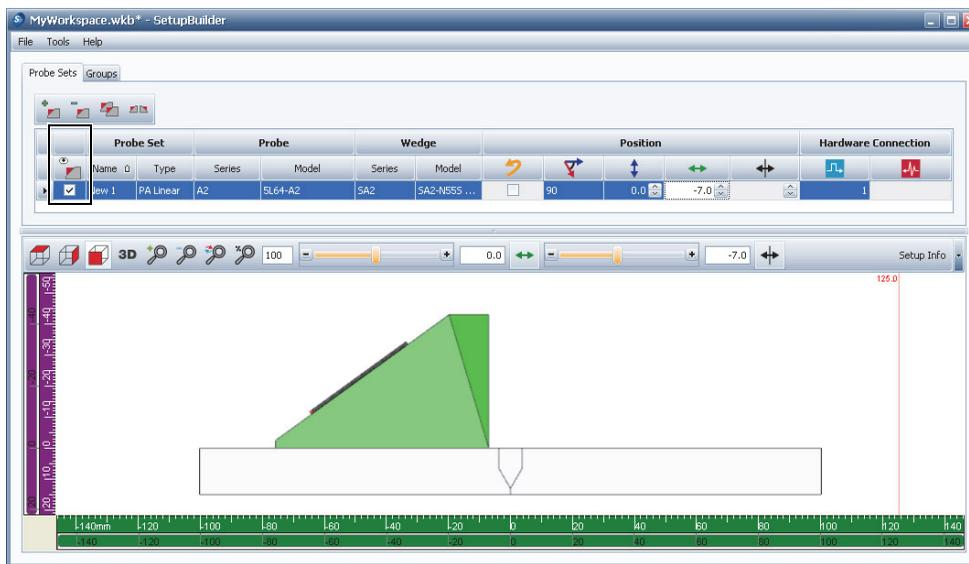

Рис. 9-7 Вкладка Probe Sets с установленным флажком Visible
В области просмотра RayTracing видимость ПЭП-призм может быть настроена с помощью установки флажка в столбце **Visible** (  ) слева от таблицы параметров ПЭП-призмы во вкладке **Probe Sets**. По умолчанию, ПЭП-призма видима и флажок видимости установлен (см. Рис. 9-7 на стр. 102). Если флажок ПЭП-группы **Visible** снят, связанные с ней группы также становятся невидимы; они не отображаются в области просмотра RayTracing до тех пор, пока не будет отображена ПЭП-призма.
- Для отображения ПЭП-призмы и всех связанных с ней групп в окне RayTracing, установите флажок **Visible** (👁️) [см. Рис. 9-7 на стр. 102].